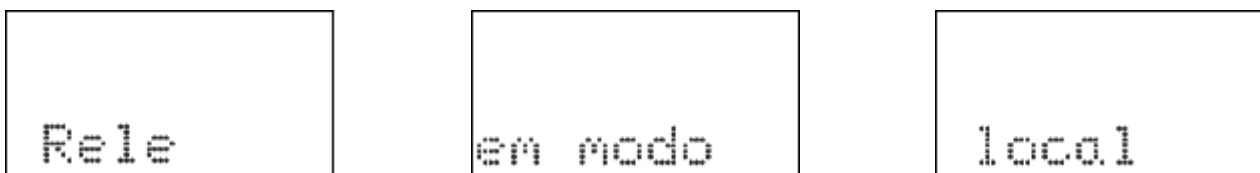

Figura 3.8: Relé em modo de programação local.
a) Pressionar a tecla **L/R** e o relé entra em modo de programação e atuação local e o led de programação e atuação local ou remota acende. A IHM local sinaliza a operação realizada conforme figura 3.8. Em modo local o relé bloqueia a programação e atuação na **Serial 1** (RS485 ou RS232) e a atuação através da **Serial 2** (USB). Neste modo as teclas **L** e **D** de atuação local do disjuntor são liberadas.